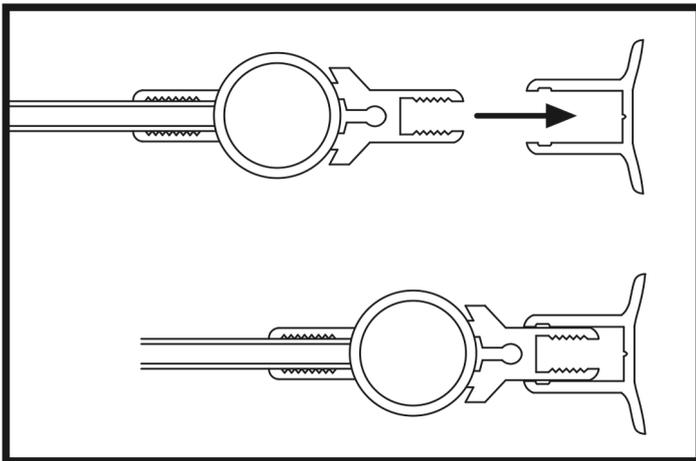

Abbildung 5
10. Legen Sie das Glas vorsichtig mit der unteren Kante auf die Blöcke. Schieben Sie das Monoscharnierglas in das Profil der an der Wand befestigten Scharnierleiste mit Ausrichtung zur Wand. (Abbildung 5)